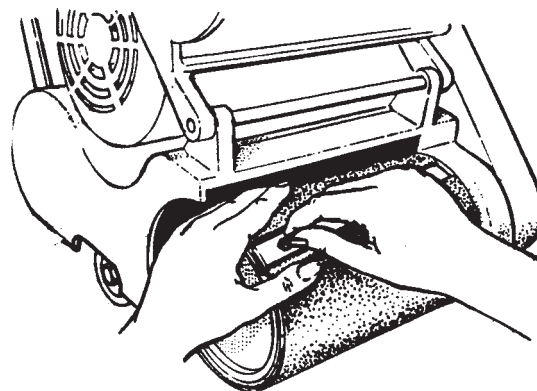

Figura 8
6. Para instalar el abrasivo sobre el tambor de lijado equipado con abrazadera de papel: afloje los tornillos de la abrazadera de papel con una moneda. No retire los tornillos ni la abrazadera del tambor de lijado. Inserte un borde del abrasivo debajo de la abrazadera de papel. Rote el tambor de lijado para envolver el abrasivo alrededor del tambor. Inserte otro borde del abrasivo debajo de la abrazadera de papel. Centre el abrasivo y ajuste cualquier holgura del abrasivo. Ajuste los tornillos en la abrazadera de papel. Cierre la cubierta del tambor. Consulte la figura 8.